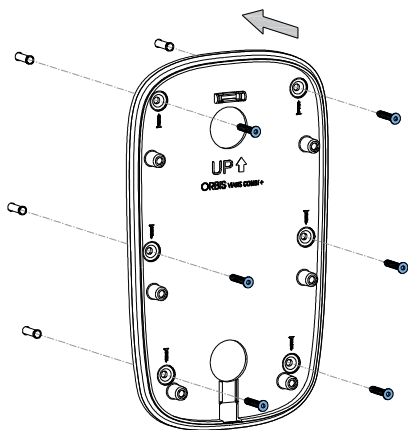

Рис. 1
- Прикрутите крепежную панель к стене. **Рис. 1**